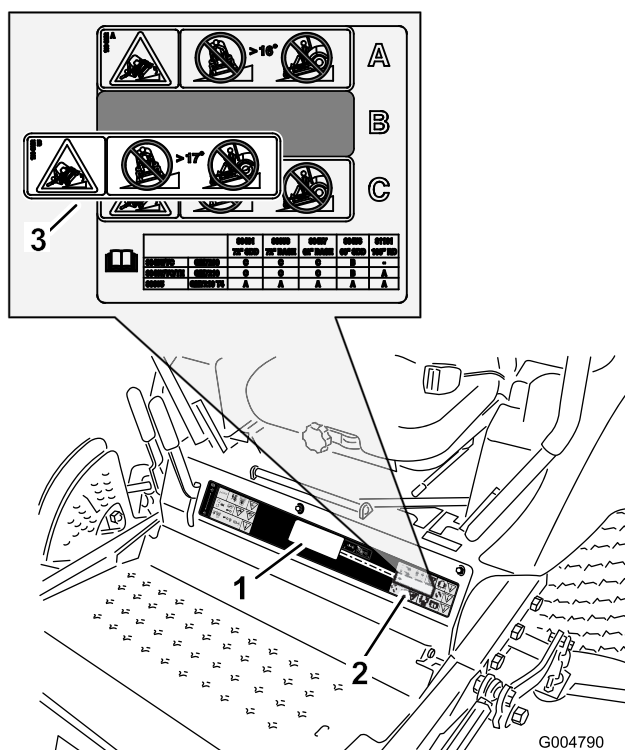

Bild 11
- Reinigen Sie den Vorhandener Aufkleber gründlich, auf dem Sie den Stabilitätsaufkleber anbringen möchten (Bild 11).
- Ziehen Sie die Schutzfolie des Aufklebers ab, kleben Sie ihn über die vorhandene Umkipppgefahrwarnung, wie in Bild 11 dargestellt, und fixieren Sie den Aufkleber mit einer Rake, indem Sie mit überlappenden Strichen von der Mitte zu den Rändern hin über den Aufkleber streichen.